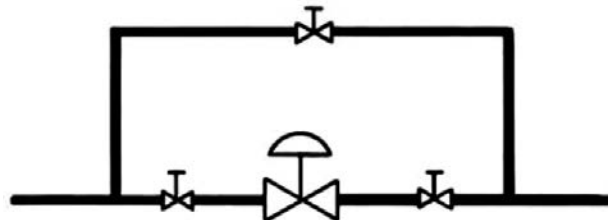

Figura 2
3.2 Per consentire l'ispezione in loco, la manutenzione e la rimozione della valvola senza interrompere il processo, predisporre una valvola di arresto manuale su ogni lato della valvola serie 10000 con una valvola di regolazione manuale sulla linea di by-pass (vedere Figura 2).